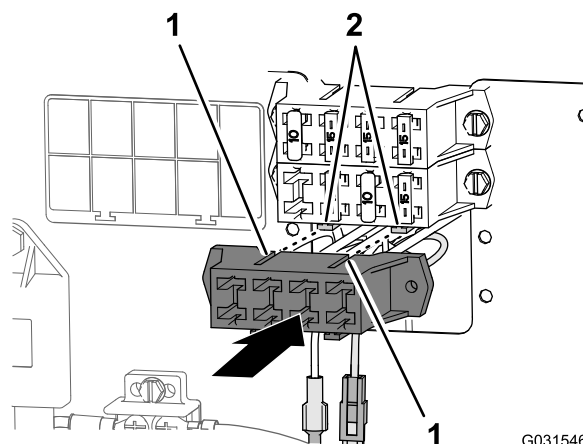

Figure 205
3. Alignez les fentes du porte-fusibles auxiliaire et les brides de montage du porte-fusibles de la machine (Figure 205).